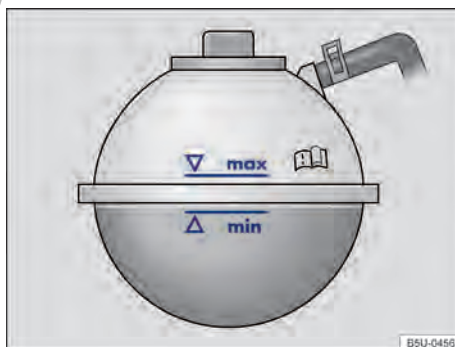

Fig. 195 En el compartimento del motor: marca en el depósito de expansión del líquido refrigerante del motor. ▶
- Con el motor frío, comprobar el nivel del líquido refrigerante del motor por la marca lateral del depósito → fig. 195.
- El nivel del líquido refrigerante del motor debe permanecer dentro de la marca del depósito → fig. 195. **¡No completar por encima de la marca "máx" → Ⓞ!**
- Completar con líquido refrigerante del motor solamente hasta la marca "máx" → fig. 195. De lo contrario, al calentarse, el líquido excedente sería expulsado del sistema de refrigeración del motor y podrá causar daños.